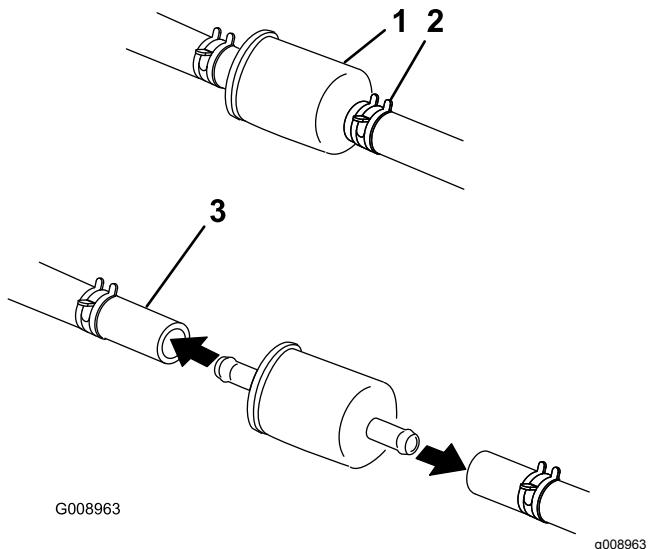

Figura 62
4. Chiudete la valvola di intercettazione del carburante sotto il sedile (Figura 62).
5. Premete le estremità delle fascette stringitubo ed allontanatele dal filtro (Figura 62).
7. Montate un nuovo filtro ed avvicinate le fascette stringitubo al filtro (Figura 62).